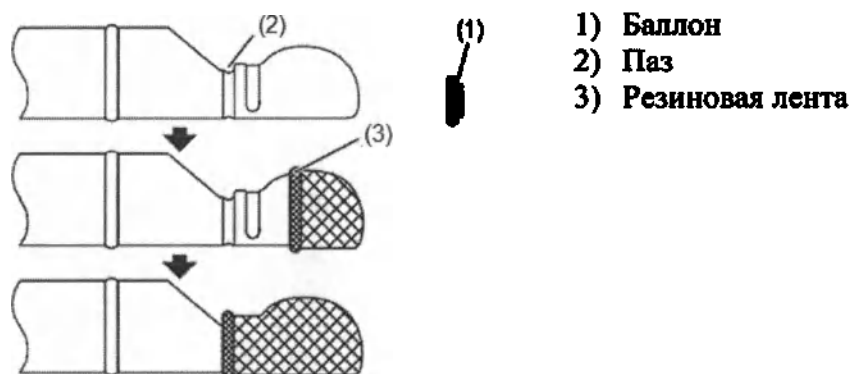

Рис. 7.69
- 2) Как показано на Рис. 7.69, медленно надвиньте баллон на дистальный конец эндоскопа.